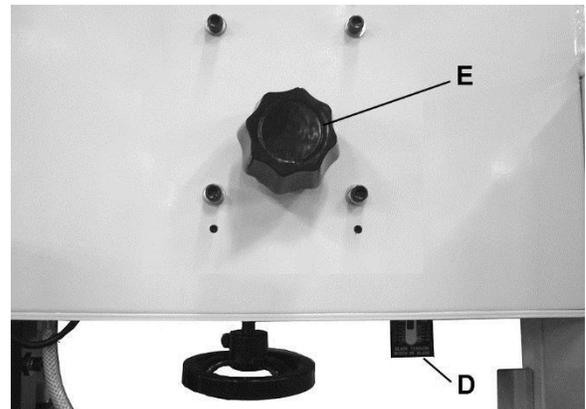

Figure 8
4. N'utiliser l'indicateur de tension de la lame (D, Figure 8) qu'en tant que référence. La lame doit être tendue en se servant de la méthode de « pression du doigt ».
1. Tourner le bouton de réglage de la lame (E, Figure 8) dans le sens horaire pour aligner la lame vers l'avant du volant.